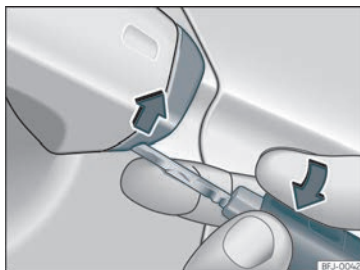

Fig. 75 Maneta de la porta del conductor: desprendre la tapa fent palanca.
- Introduïu l'espasí a l'obertura inferior de la tapa de la maneta de la porta del conductor >>> fig. 75 i aixequueu la tapa.